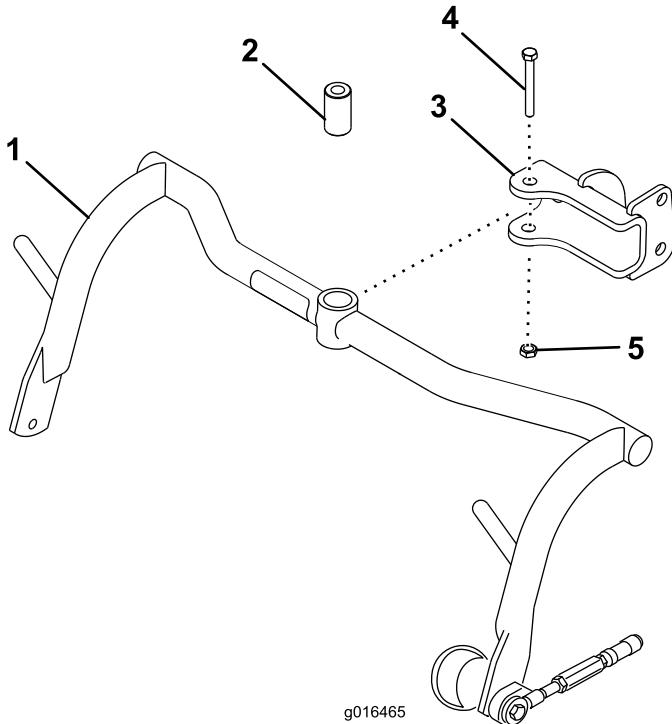

Bild 8
1. Befestigen Sie einen Trägerrahmen mit einem Distanzstück, einer Schraube (1/2" x 3-1/4") und einer Sicherungsmutter (1/2") an jeder Lastöse (Bild 8). Ziehen Sie sie auf 91-113 N·m an.